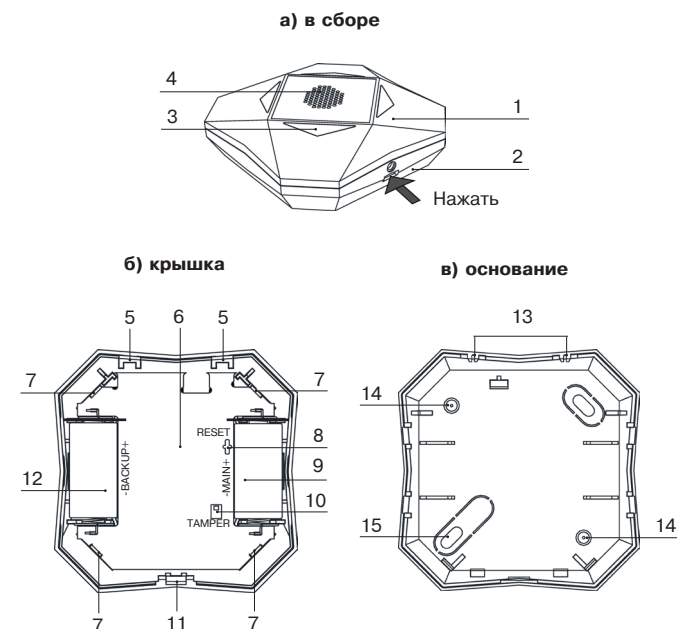

Рисунок 2 – Конструкция «СН-СИРЕНА»
5.1 Конструктивно оповещатель выполнен в пластмассовом разъемном корпусе (рис.2 а). Оповещатель состоит из крышки (1) с установленной печатной платой (6) и основания (2).
- отверткой с плоским шлицем слегка нажмите на защелку (поз.11, рис.2).
7.5 При отсутствии указанной индикации замкните проводящим предметом контакты сброса RESET (поз.8, рис.2) на плате оповещателя (см. рис.3).
8.5 Для контроля отрыва от стены обязательно заверните шуруп в отверстие поз.15, рис.2.
8.6 Закройте корпус оповещателя. Для этого, совместите выступы (поз.13, рис.2) основания с пазами (поз.5, рис.2) крышки и защелкните корпус.